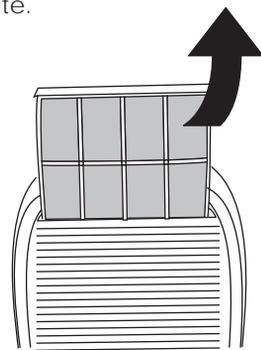

fig. 6
- Para quitar el filtro del aire, extraiga el filtro tirando de él (fig. 6).